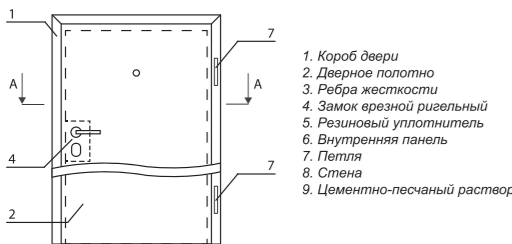

Рис.1. Устройство двери
4.1. Дверь металлическая состоит из коробки (1) (рис.1), изготовленной из стального цельногнутого листа, в виде сложного профиля. На коробку с помощью петель (7) навешивается полотно (2) щитового типа. Внутренняя полость полотна заполнена огнестойким базальтовым утеплителем, обеспечивающим тепло- и шумоизоляцию. Дверное полотно оборудовано ригельным замком (4), выполняющим зацепление полотна с вертикальной стойкой коробки. По периметру дверной коробки для звуко- и теплоизоляции устанавливается уплотнитель (5), заполняющий зазоры между полотном и коробкой.